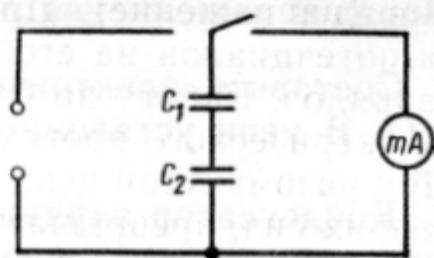

Рис.3
1. Составьте электрическую цепь по схеме изображенной на рис. 3, включив в нее два последовательно соединенных конденсатора известной емкости.